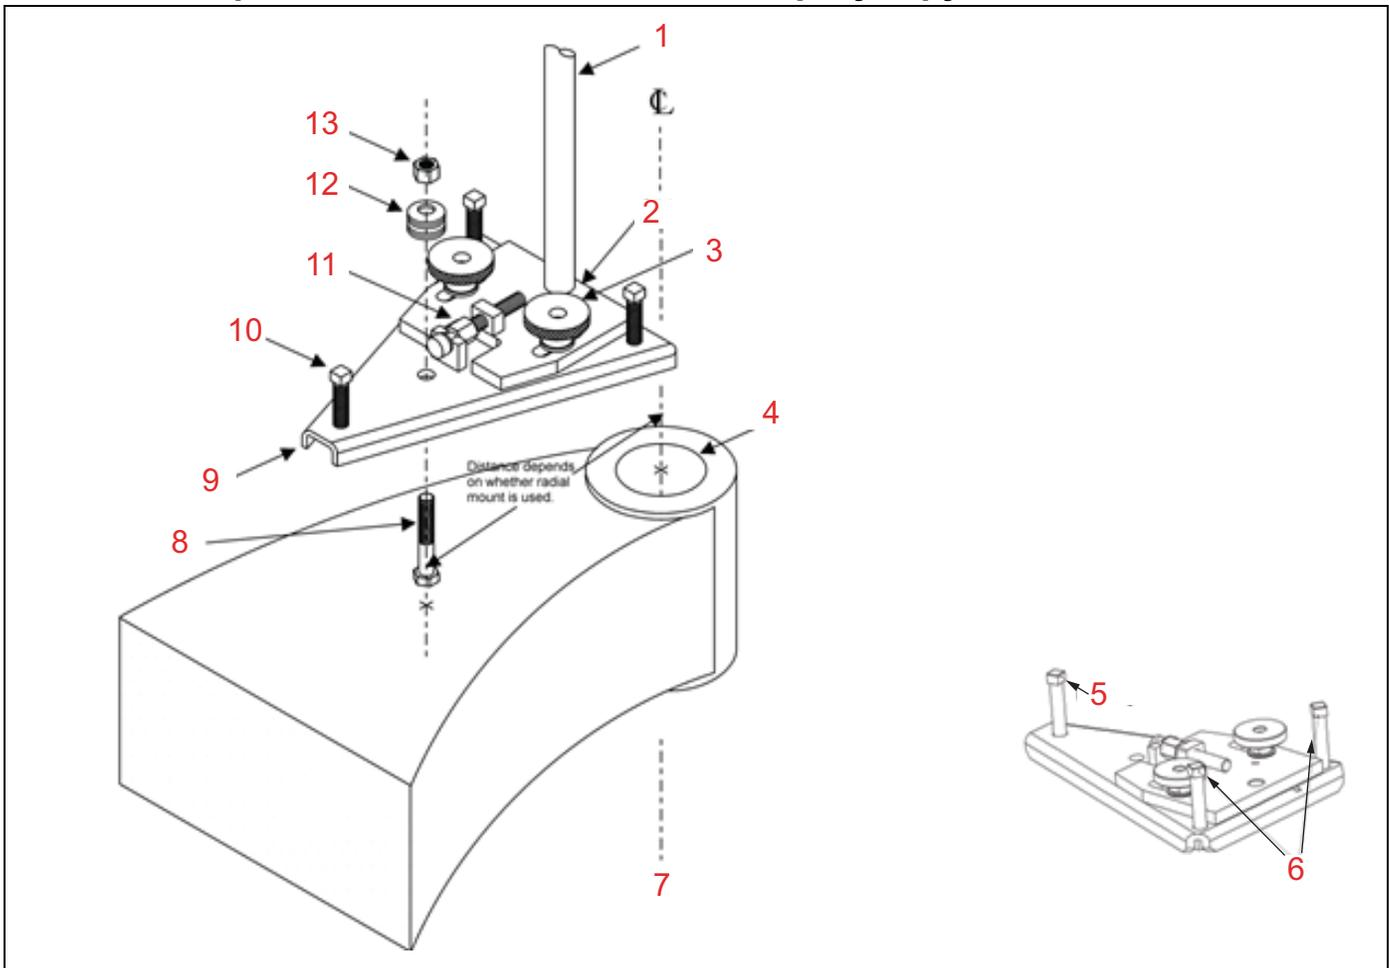

РИСУНОК 3-1. РЕГУЛИРУЕМОЕ ОСНОВАНИЕ И КРЕПЕЖНОЕ ОБОРУДОВАНИЕ
2. Установите плиту регулируемого основания на крепежный болт, как показано на Рис. 3-1 на стр. 41..